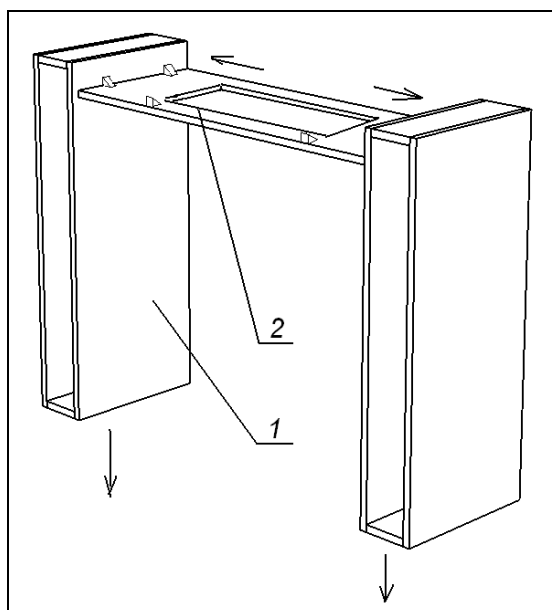

Рис. 47
- в горизонтальном щите (2) вырезать отверстие под вытяжной механизм;
- соединить элементы (1) и (2) с помощью шкантов и пластмассовых монтажных уголков. Собранную конструкцию установить на столешнице и закрепить через нижние горизонтали элементов (1) шурупами 4x35 (Рис. 47)